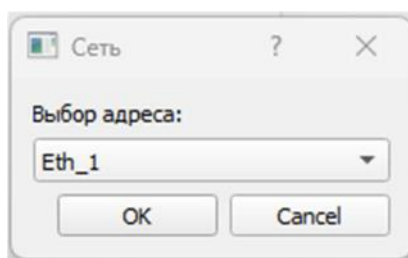

Рис. 5 – Выбор адреса
7. В появившемся диалоговом окне «Сеть» выбрать «Eth_1» и нажать кнопку «Ок» (рис. 5).